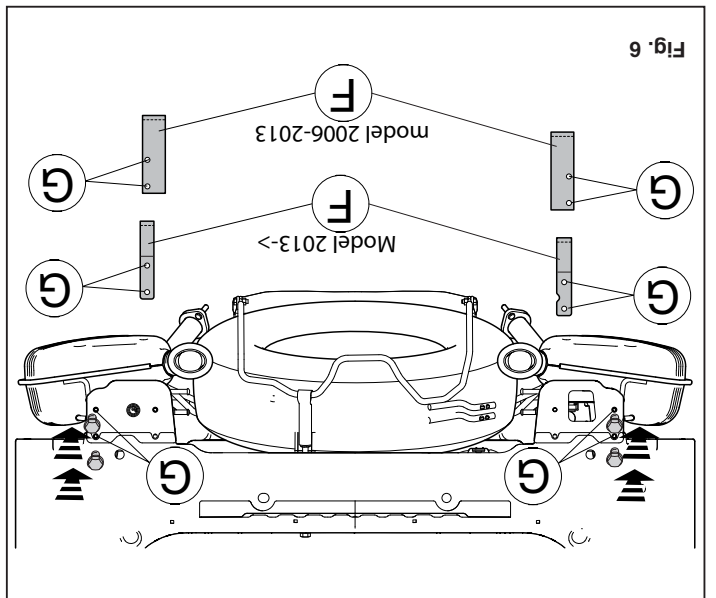

Fig. 6
14. Plaats de steunen F en bevestig deze t.p.v. de punten G. Zie fig. 6.
14. Position support F and attach it at points G. See figure 6.